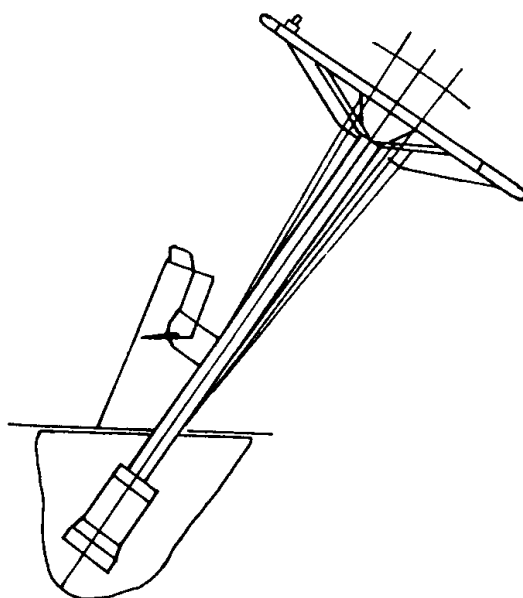

Рис. 7-1 Рулевой механизм
3.1 Рулевой механизм (см. рис. 7-1) включает орбитальный гидравлический рулевой механизм, рулевую колонку и рулевое колесо. Рулевая колонка и рулевое колесо регулируются вперёд и назад. Угол регулировки составляет 6° , что позволяет адаптировать положение под разных операторов.
При заглушенном двигателе поверните рулевое колесо с усилием около 1 кг. После отпущения оно должно автоматически возвращаться примерно на 10° (см. рис. 7-1).